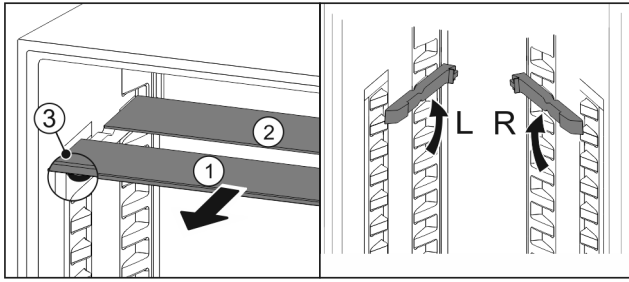

Fig. 51
- ▶ Dra ut Fig. 51 (1) glashyllorna framåt en i taget.
- ▷ Glashyllan Fig. 51 (1) med dekorlistan ligger längst fram.
- ▷ Stoppklackarna Fig. 51 (3) är vända nedåt.